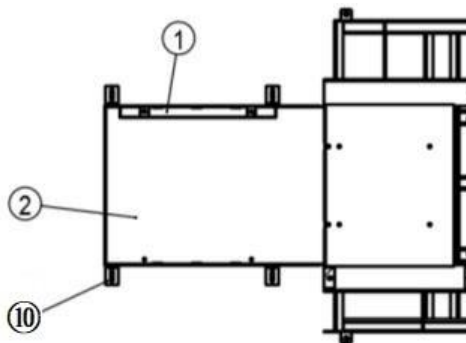

图 4-3 换筒坡板安装示意图
主机装好之后，按照图 4-3示意图安装进筒坡板①、②使坡板水平，稳固好地脚⑩。